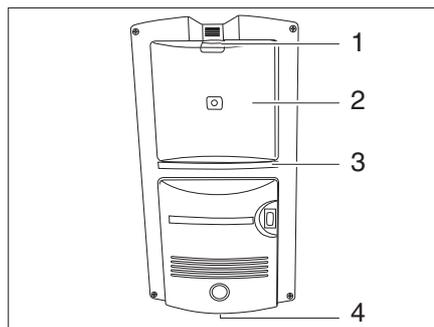

Bild 182 Staubsauger
- Entriegelung (Bild 182,1) nach oben schieben.
- Klappen (Bild 182,2) öffnen.
- In den Staubsauger greifen und den Motorfilter (Bild 182,3) herausziehen.
- In die Mitte der Ausblasöffnung (Bild 182,4) greifen.